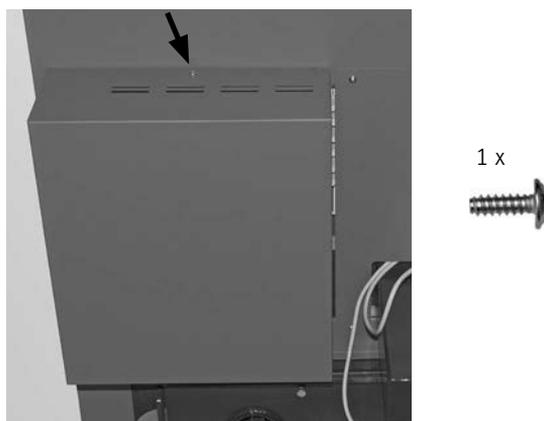

Fig.100 Copertura sopra i convertitori di frequenza
- Agganciare la copertura sopra i convertitori di frequenza in basso e fissarla in alto con 1 vite autofilettante – Fig.100.